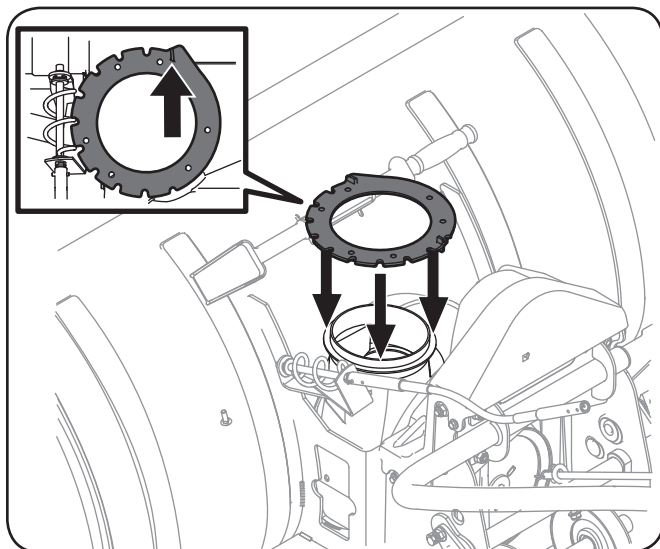

Figure 3-15
2. Placez la bague de la goulotte dans le trou sur le boîtier des tarières. Voir Figure 3-15.